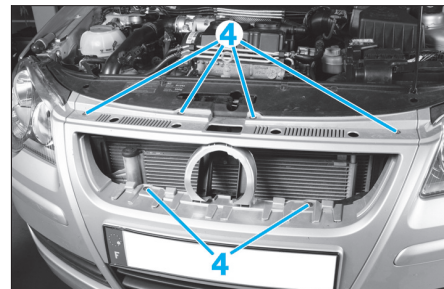

Fig. 6
- Abaisser le véhicule, puis déposer les vis (4) (Fig.6).